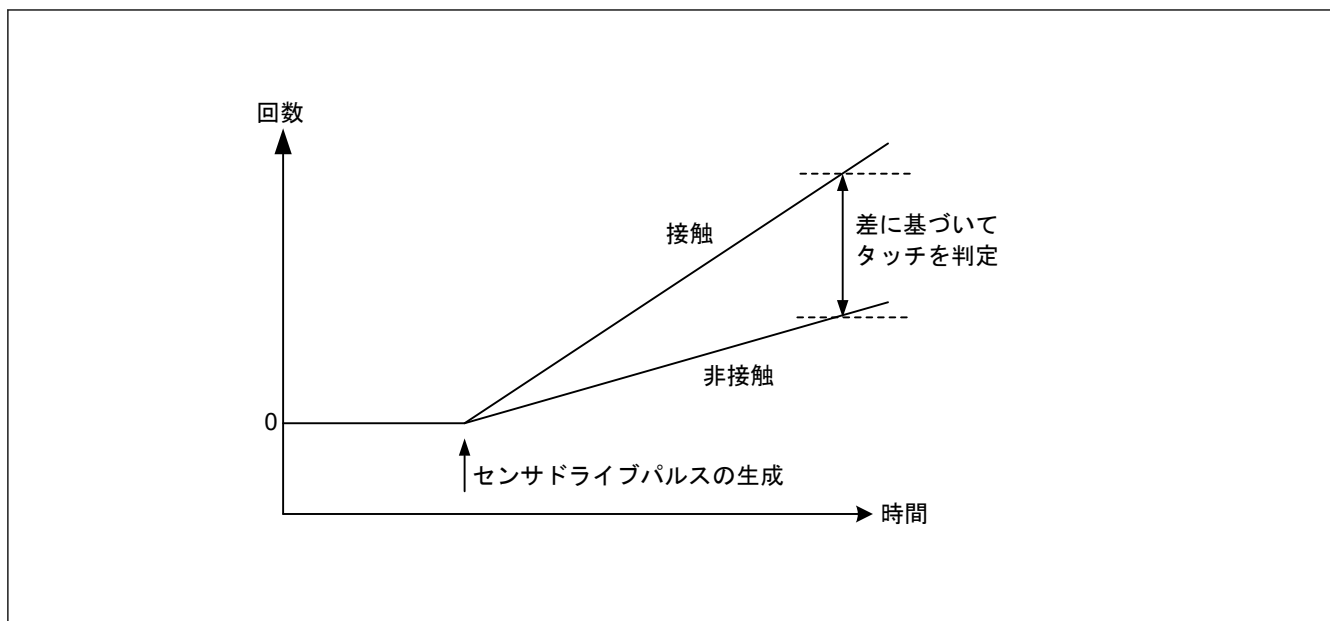

図 46.7 接触／非接触による計測値の変化
3. 充放電を切り替えることにより、スイッチドキャパシタフィルタに電流が流れます。この時点で指が接近していれば、容量および流れる電流が変化します。TSCAP 電源を生成する回路からスイッチドキャパシタフィルタに流れる電流に比例した制御電流を ICO に供給することで、クロックを生成します。カウンタは、指が接近しているかどうかにより変化するクロック周波数を計測します。ソフトウェアは、カウンタから読み出した値に基づき指の接触を判断します (図 46.7)。